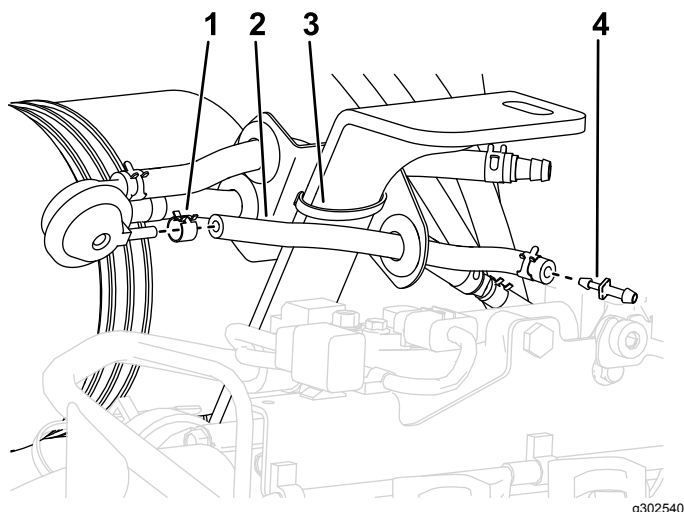

Figura 5
9. Sujete el conjunto de soporte de la válvula a la barra de soporte que sobresale del bastidor con una brida (Figura 5).